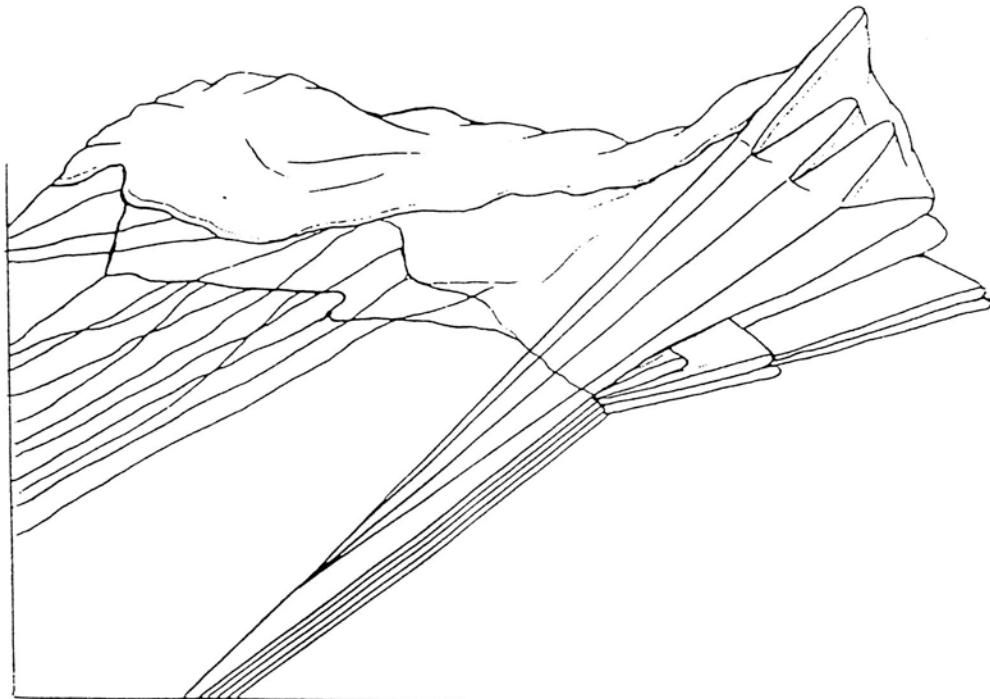

Рис. 21
- 4) взять задние полотнища купола между местами крепления лучей строп управления и натянуть лучи и полотнища между ними (рис. 21);